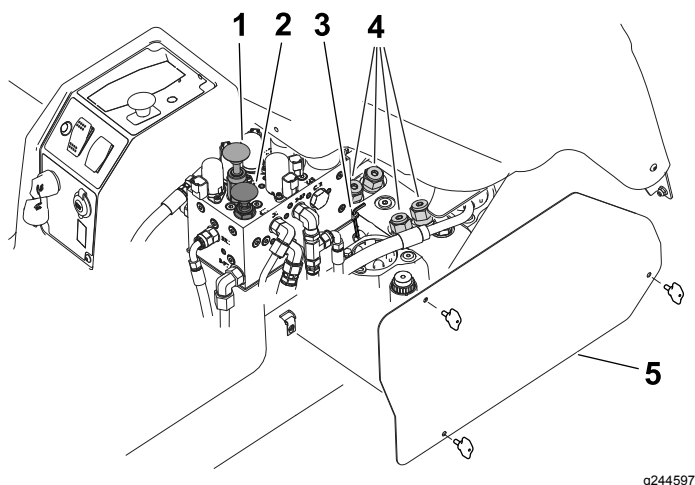

Figura 63
Nota: Con la macchina è fornita una chiave esagonale (6 mm) situata accanto al collettore idraulico (Figura 63). Utilizzate la chiave per effettuare questa procedura.
2. Rimuovete il pannello di accesso dal lato destro della console di comando (Figura 63).